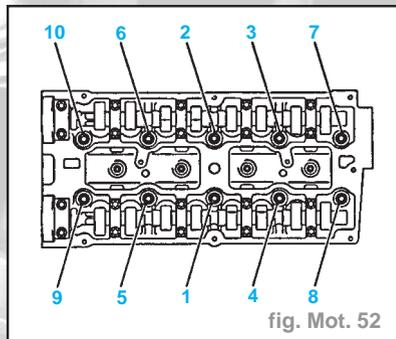

fig. Mot. 52
- Placer la culasse sur le bloc-cylindres et fixer avec des vis neuves dans l'ordre représenté par la figure (fig. Mot 52). Couple de serrage : **2,5 daN.m 90° + 90° + 90° + 45° (+ 15° au lieu de + 45° sur moteur X20XE)**.